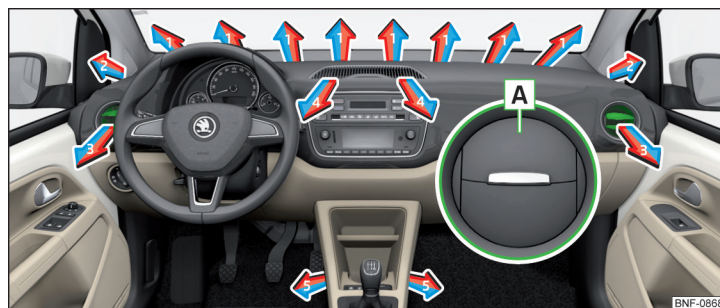

Fig. 89 Luftdyser
I forbindelse med luftdyserne **3** » Fig. 89 kan du ændre luftstrømmens retning, og du kan også åbne og lukke dyserne enkeltvis.
- Tryk på lamellens yderste kant i området **[A]** for at **åbne** » Fig. 89.
Indstilling af luftstrømmens retning	Luftdyser » Fig. 89